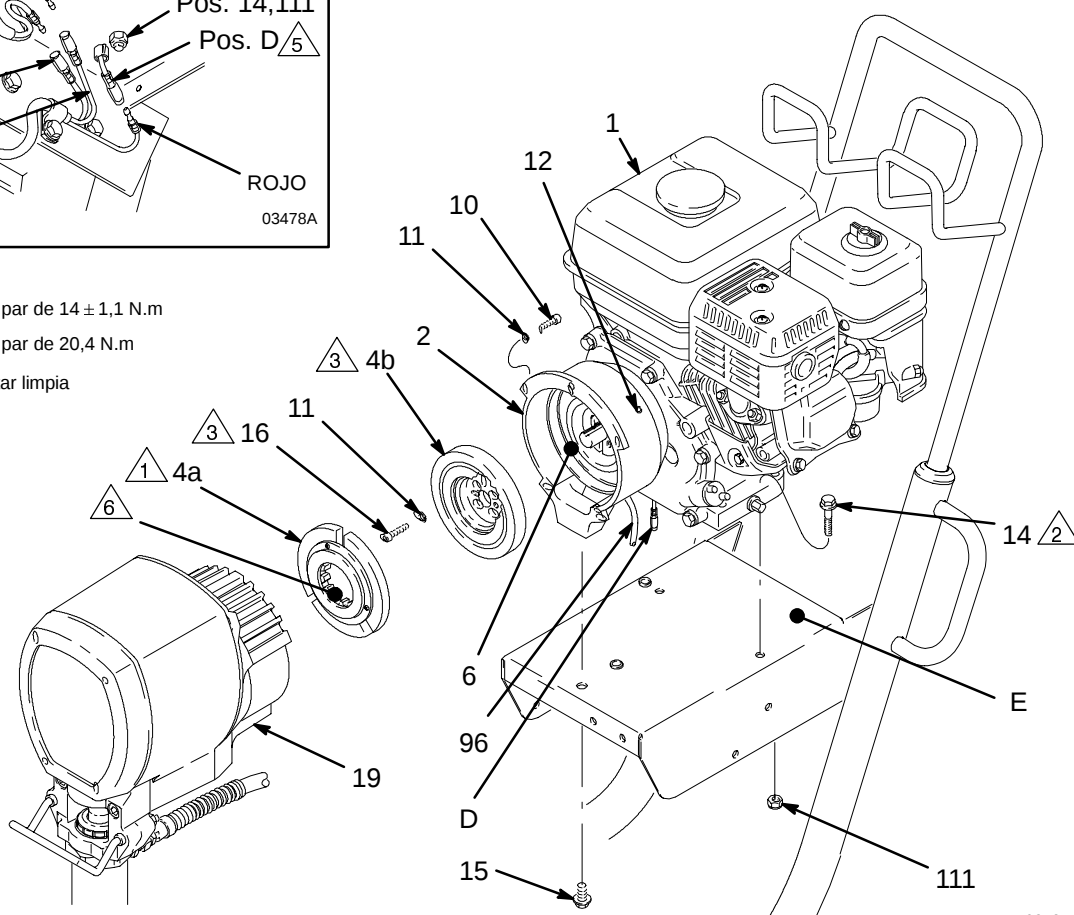

Fig. 20
5. Coloque el conjunto del **motor (1)** sobre el carro. Alinee los orificios de montaje. Cuidadosamente, guíe el cable (D) del motor y las guarniciones del cableado (96) desde el inductor, por las arandelas internas (66) correspondientes de la placa de montaje (E). Instale los tornillos de brida (14) y las contratuerzas (111). Apriete a un par de 20,4 N.m. Coloque el tornillo de cabeza (15), la arandela de seguridad (80) y la arandela (99) de debajo de la placa de montaje del motor en el cárter del embrague (2). Conecte el cable del motor (D) al cable rojo, y conecte los cables blanco y negro tal como se muestra en el detalle del esquema de la Fig. 20.
6. Cerciorarse de que la cara del **rotor (4b)** y la del inductor están exentas de aceite e impurezas. Quite todas las rebabas del borde exterior del rotor. Instale el rotor, las arandelas de retención (11) y los tornillos de cabeza (16). Apriete los tornillos a un par de $14 \pm 1,1$ N.m. Vea la Fig. 20.
7. Cerciorarse de que la cara del **disco (4a)** esté limpia. Monte el disco sobre el eje del alojamiento del piñón (19). En el interior del disco, hay un anillo de retención que dificulta el ensamblaje de estas piezas. Siga el procedimiento que figura a continuación para obtener resultados óptimos. Primero, engrane las acanaladuras de ambas piezas. Cuando estén engranadas, utilice un destornillador para empujar suavemente el anillo de retención en las acanaladuras. Empuje el disco contra el eje hasta que entre en contacto con el anillo (19m). Vea la Fig. 20.
8. Ensamble **el alojamiento del piñón (19)** al cárter del embrague, por medio de los tornillos de cabeza (10) y las arandelas de retención (11). Vea la Fig. 20.